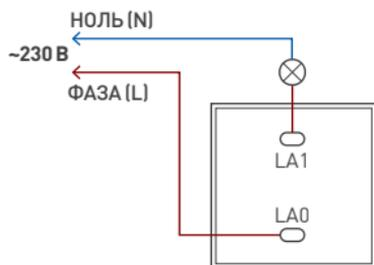
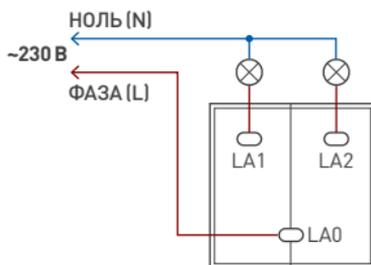

Рис. 1. Схема подключения одноклавишного механизма звонкового выключателя
Рис. 2. Схема подключения двухклавишного механизма звонкового выключателя
- 3.3. Присоедините выключатель к обесточенной сети AC 230 В. Соблюдайте маркировку проводов при подключении: L (фаза) — коричневый, N (нейтраль) — синий (рис. 1 и рис. 2).